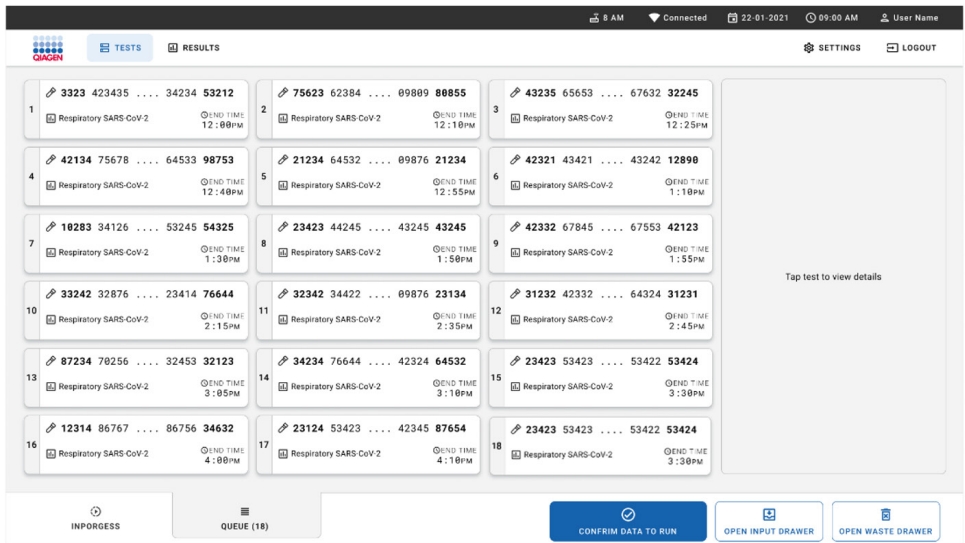

Figura 30. Ecranul cu lista de așteptare a probelor.
15. După scanarea cu succes, lista de așteptare va fi afișată (Figura 30). Verificați datele afișate. În cazul unei erori, apăsați butonul **OPEN INPUT DRAWER** (DESCHIDEȚI SERTARUL DE INTRODUCERE), scoateți cartușul respectiv și scanați din nou cartușul, urmând pașii 10-13.